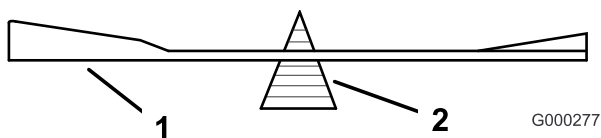
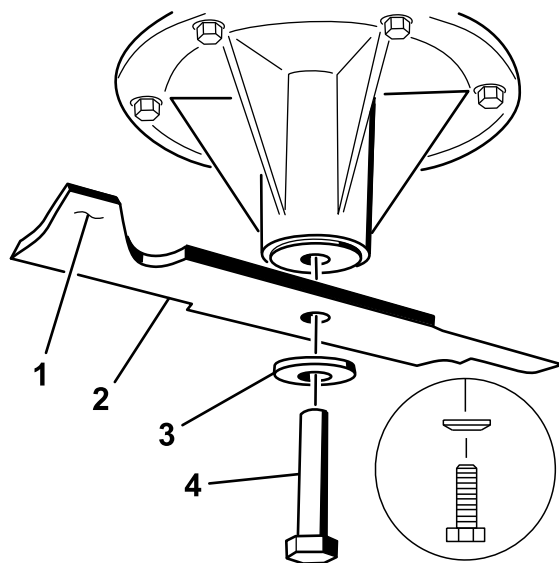

Figura 63
Figura 64
2. Retire del eje el perno de la cuchilla, la arandela de muelle y la cuchilla (Figura 64).
2. Verifique el equilibrio de la cuchilla colocándola sobre un equilibrador de cuchillas (Figura 63). Si la cuchilla se mantiene horizontal, está equilibrada y puede utilizarse. Si la cuchilla no está equilibrada, rebaje algo el metal en la parte de la vela solamente (Figura 64). Repita este procedimiento hasta que la cuchilla esté equilibrada.
1. Instale la cuchilla en el eje (Figura 64).
2. Instale la arandela de muelle y el perno de la cuchilla. El cono de la arandela de muelle debe estar orientado hacia la cabeza del perno (Figura 64). Apriete el perno de la cuchilla a 115–150 Nm (85–110 pies-libra).